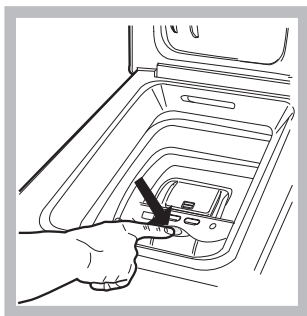

Fig. 2
B) Ouverture douce du tambour (Fig. 2):
E) ARRÊT FINAL DU TAMBOUR (Fig. 2)